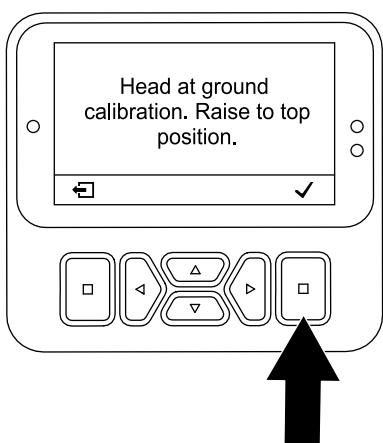

Figura 108
- În cazul în care dinii încep să pătrundă în sol – apăsai butonul de selectare (Figura 108) i rulai aplicaia TEACH GROUND HEIGHT (Învăare înălțime la sol); consultai Rularea aplicaiei Teach Ground Height \(Pagină 39\).